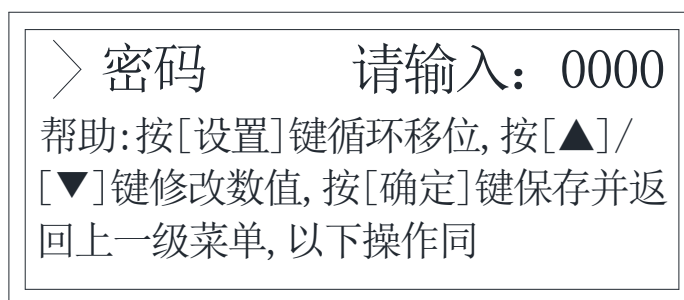
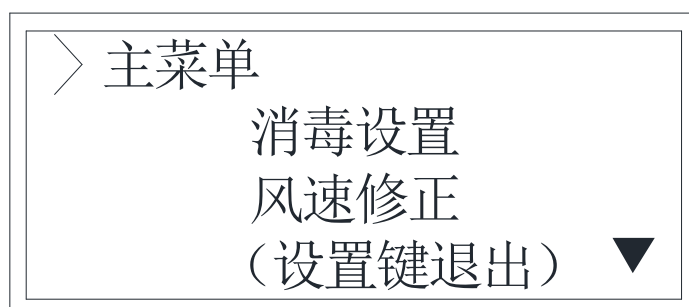
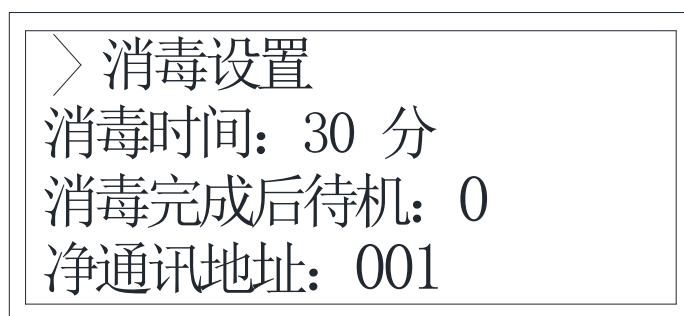
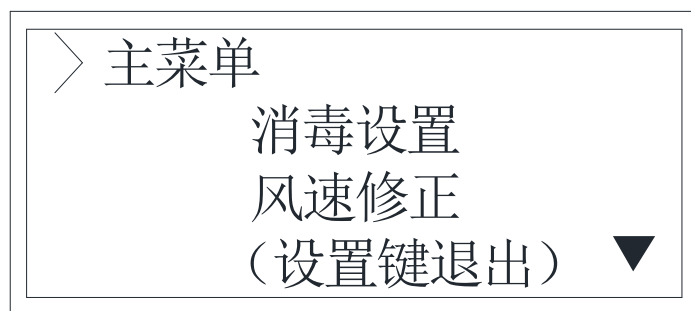

图 5
图 6
图 7
图 8
1) 在屏幕显示状态下按【设置】键可进入图 5 所示菜单，然后可按显示提示进行操作。
2) 进入图 5 所示菜单后若没有输入密码，直接按【确定】键可进入图 6 所示的主菜单。
3) 进入图 6 所示主菜单后，再按【确定】键可进入图 7 所示的【消毒设置】菜单。
3) 进入图 5 所示菜单后，若输入密码按【确定】键可进入图 8 所示菜单。